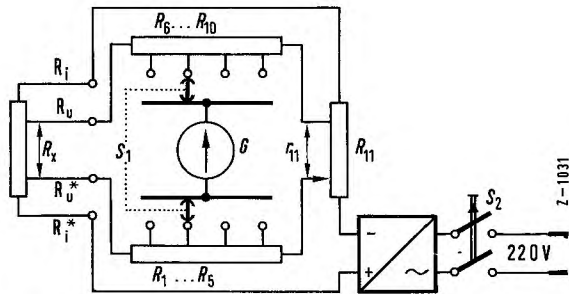

Bild 1 Wirkschaltplan der Thomson-Meßbrücke
* Die in () stehenden Bezeichnungen sind mit den Bezeichnungen in Bild 1 identisch.